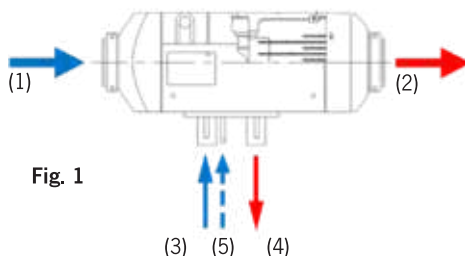
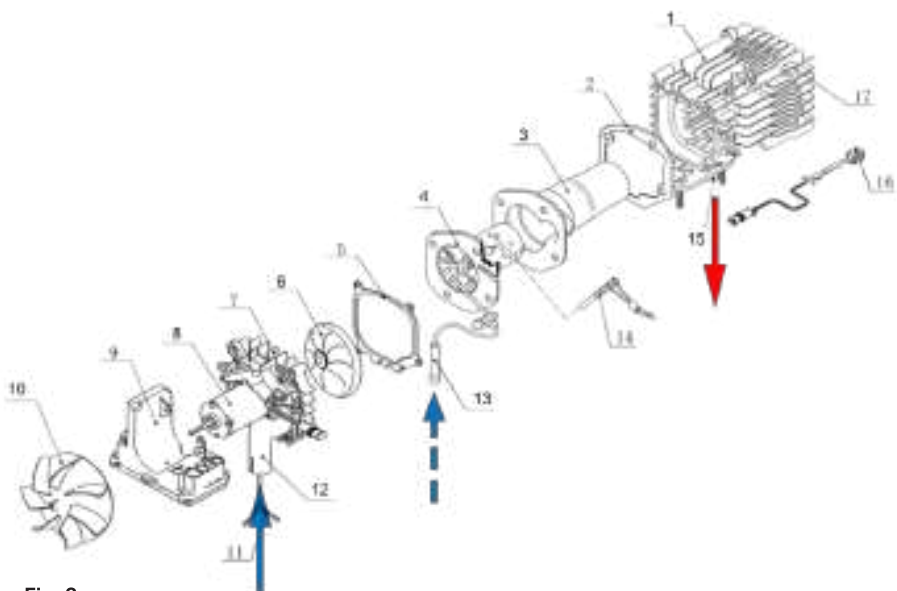

Fig. 1
Fig. 2
Denna ugn består av en brännare [Sid 12 Fig. 2 (4)] och en förbränningskammare [Sid 12 Fig. 2 (3)] som är placerade inuti en värmeväxlare [Sid 12 Fig. 2 (1)]
Kall luft sugns in i denna passage av pumphjulet [Bild 1 (1)] [Sid 12 Bild 2 (10)]. Efter att ha passerat värmeväxlaren blåses varm luft ut [fig. 1 (2)].
För brinnande process måste värmaren förses med bränsle och frisk luft. Bränslet kommer in i brännaren genom bränslerörets inlopp [bild 1 (5)] [sidan 12 bild 2 (13)] och antänds av glödstiftet [sidan 12 bild 2 (14)] efter att ha atomiserats. Flamman kommer in i spalten mellan brännarens väggar [Sid 12 Fig. 2 (4)] och i förbränningskammaren [Sid 12 Fig. 2 (3)] på baksidan av brännaren.
Tillförseln av förbränningsluft sker via luftintaget [bild 1 (3)] [sidan 12 bild 2 (12)]. Den inre tilluftsfläkten [Sid 12 Bild 2 (6/8)] trycker in luften i brännaren. Efter förbränningen av luft och den förångade bränsleblandningen släpps avgaserna ut genom avgasröret [bild 1 (4)] [sidan 12 bild 2 (15)].
Regulatorn [Sida 12 Fig. 2 (9)] är placerad i den främre delen av värmaren bakom fläkthjulet för uppvärmningsluften. Dess huvuduppgifter består i att samla in alla data om värmaren (t.ex. temperatursensorer, drivkrets, frekvens, rotationshastighet, spänning m.m.). På grundval av dessa data automatiserar styrenheten uppvärmningsprocessen, systemövervakningen och hanteringen av systemfel. Kontroll av arbetsförfaranden
Överhettningssensorn [Sid 13 Fig.3 (X3)] är installerad på värmeväxlarens bakre yttervägg [Sid 12 Fig. 2 (16)]. Om aluminiumets temperatur blir högre än en definierad övre gräns, stängs bränslepumpens krets av av styrenheten och bränsletillförseln stoppas omedelbart. För att skydda mot överhettning stängs sedan värmaren av.